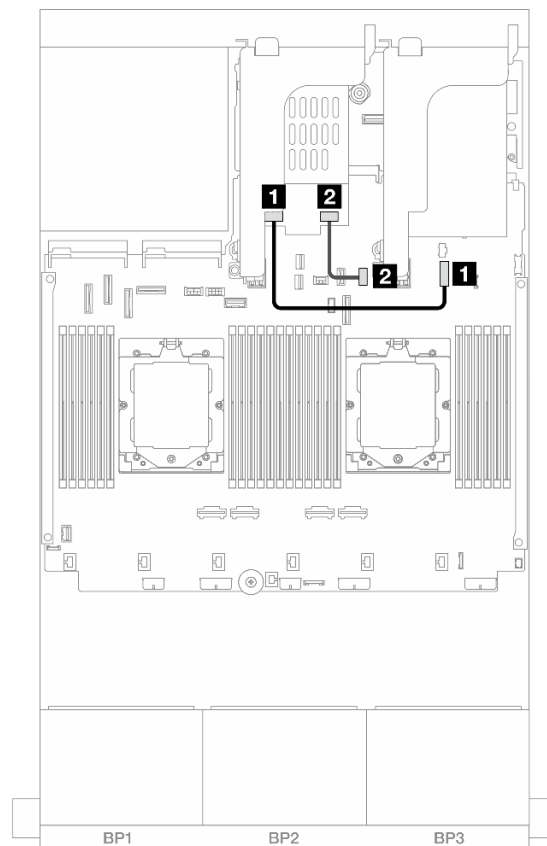

Figure 324. Cheminement des câbles SATA
- Figure 324 « Cheminement des câbles SATA » à la page 386